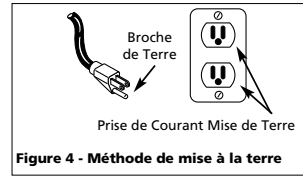

Figure 4 - Méthode de mise à la terre
1. Ce produit est conçu pour l'utilisation d'un circuit de 120 volts et a une fiche de mise à la terre comme celle indiquée sur la Fig. 4. Brancher ce produit seulement à une prise avec la même configuration de la fiche. Ne pas utiliser un adaptateur avec ce produit. Dans l'événement d'un court-circuit, la mise à la terre diminue le risque de secousse électrique en fournissant un fil d'échappement pour le courant électrique. Ce produit est équipé avec un cordon qui a un fil de terre avec une fiche de terre. La fiche doit être branchée dans une prise de courant qui a été installée et mise à la terre correctement en respectant tous les codes et règlements locaux.